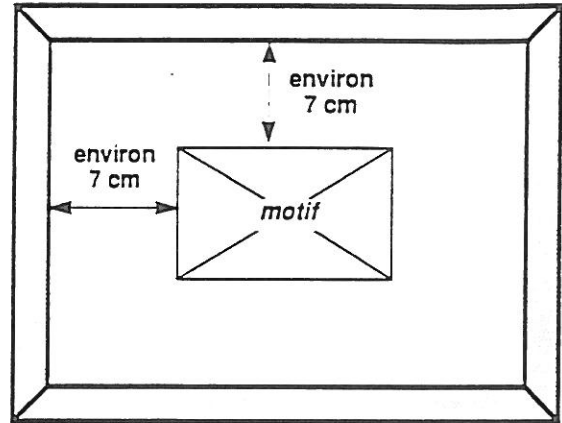

fig. 95
- L'écran doit être entre 15 et 20 cm plus large que le motif à imprimer. Du fait de la déformation de l'écran par la raclette, un motif trop près des bords du cache serait très déformé (fig. 95).